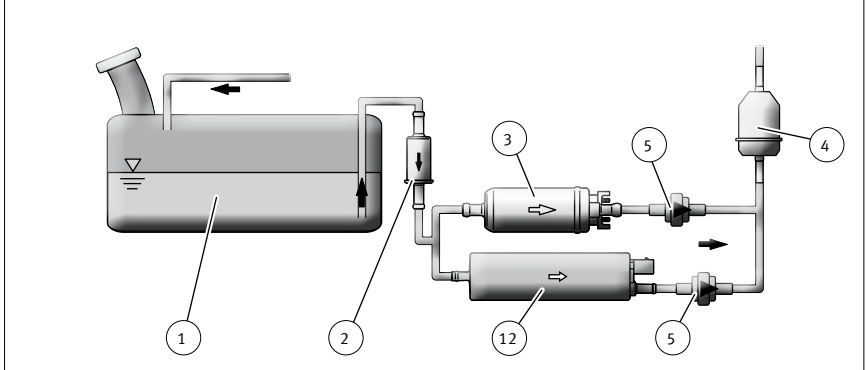

Abb. 4/ Fig. 4/ Puc. 4/图4
- 作为附加泵的 E1F (3) 应与当前的燃油泵 (12) 平行连接 (请参阅图 4)。
- 在两条燃油管路中都必须安装一个止回阀 (5)。